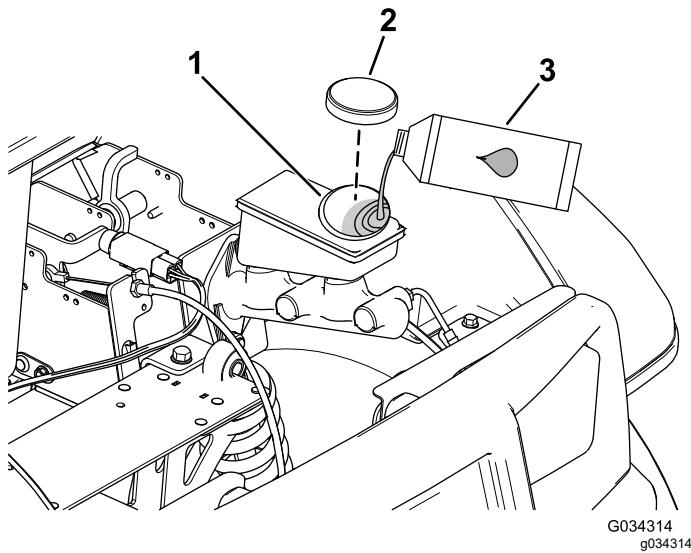

Рисунок 61
4. Поднимите капот, чтобы получить доступ к главному тормозному цилиндру и бачку (Рисунок 61).
- A. Очистите область вокруг крышки бачка и снимите крышку (Рисунок 61).